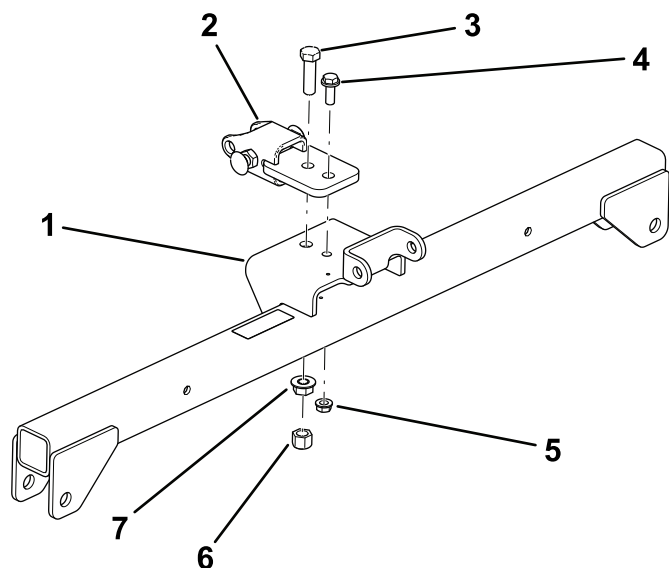

図 3
- ハンガーアセンブリ図3の前穴に、牽引バーを仮止めするボルト $\frac{1}{2}$ x $1\frac{3}{4}$ " 1本、フランジナット $\frac{1}{2}$ " 1本、六角ナット $\frac{1}{2}$ " 1個を使用する。